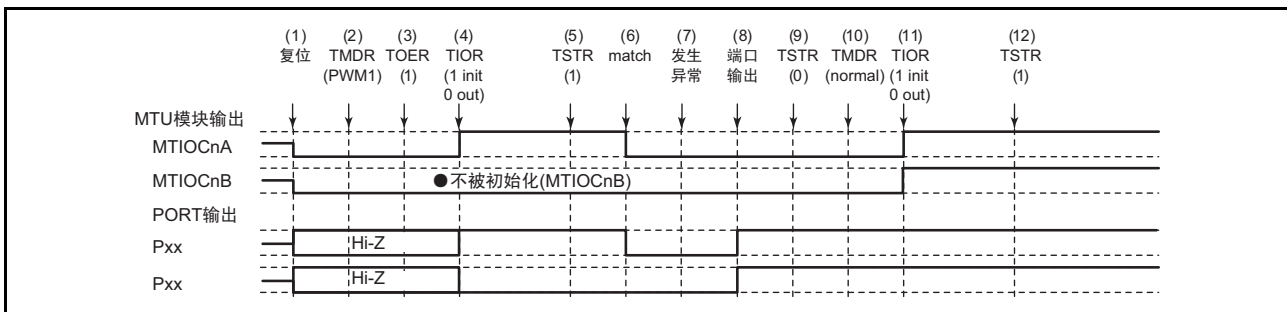

图 16.147 在 PWM 模式 1 中发生异常并且在正常模式中恢复的情况
在 PWM 模式 1 中发生异常并且重新设定后在正常模式中重新开始时的说明图如图 16.147 所示。
(1) ~ (9) 和图 16.147 通用。
(10) 在 PWM 模式 1 中重新开始的情况下不需要此步骤。
(11) 必须通过 TIOR 寄存器对引脚进行初始化（在 PWM 模式 1 中不将波形输出到 MTIOCnB (MTIOCnD) 引脚。如果有应该输出的电平，必须通过 I/O 端口的数据方向寄存器 (DDR) 和数据寄存器 (DR) 设定通用输出端口)。
(12) 通过 TSTRA 寄存器重新开始。
(10) 设定 PWM 模式 2。
(11) 必须通过 TIOR 寄存器对引脚进行初始化（在 PWM 模式 2 中不将波形输出到周期寄存器的引脚。如果有应该输出的电平，必须通过 I/O 端口的数据方向寄存器 (DDR) 和数据寄存器 (DR) 设定通用输出端口)。
- (1) ~ (9) 和图 16.147 通用。
- (10) 设定相位计数模式。
- (11) 必须通过 TIOR 寄存器对引脚进行初始化。
- (12) 通过 TSTR 寄存器重新开始。
- (10) 为了对波形生成部进行初始化，必须设定正常模式。
- (11) 必须通过 TIOR 寄存器对 PWM 模式 1 的波形生成部进行初始化。
- (12) 必须通过 TIOR 寄存器禁止 PWM 模式 1 的波形生成部的运行。
- (13) 必须通过 TOERA 寄存器禁止 MTU3 和 MTU4 的输出。
- (14) 必须通过 TOCR1A、TOCR2A 寄存器选择互补 PWM 的输出电平以及允许或者禁止周期输出。
- (15) 设定互补 PWM。
- (16) 必须通过 TOERA 寄存器允许 MTU3 和 MTU4 的输出。
- (17) 通过 TSTR 寄存器重新开始。